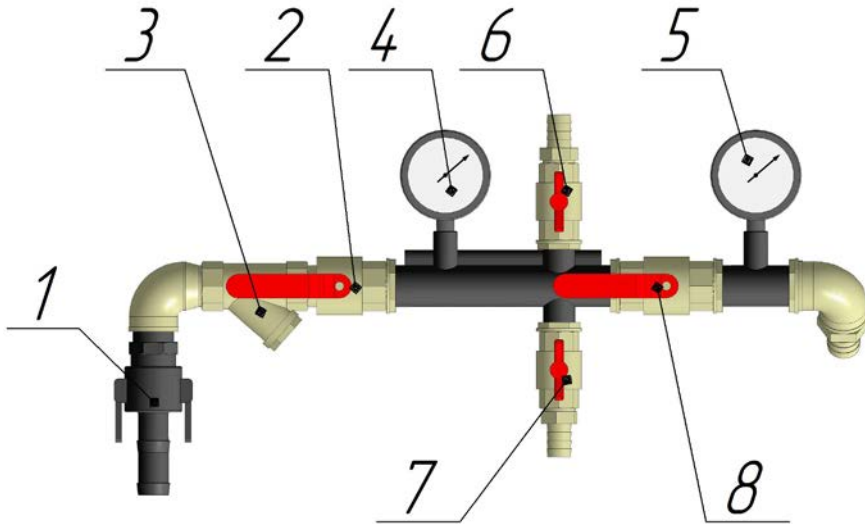

Рисунок 9. Коллектор
2.3.1.4 Подать воду от магистрали на коллектор (рис. 9).
- Увеличить давление воды в роторе вплоть до максимально возможного, путём полного открытия крана (8, рис. 9)
2.3.2.1 При большом падении давления воды после фильтра (3, рис. 9) необходимо открутить крышку стакана фильтра, извлечь и очистить фильтрующий элемент, затем установить его на место.